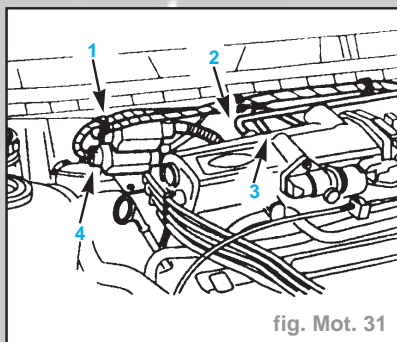

fig. Mot. 31
- déclipser le faisceau de câblage (1) du compartiment moteur (fig. Mot. 31),
- débrancher la conduite à dépression du servofrein (2),
- débrancher la conduite à dépression de l'électrovanne de purge de la cartouche EVAP (3),
- Soulever les deux logements (4) de connecteurs du cache du tablier.
- Raccorder les connecteurs du faisceau de câblage moteur et poser les conduites à dépression (fig. Mot. 31).